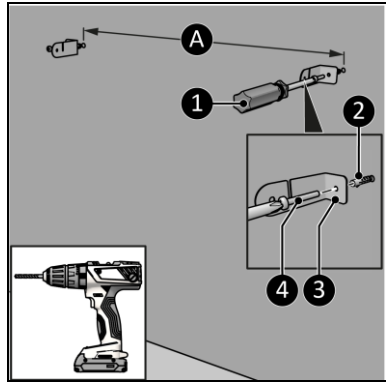

Figura 10
4. Faceți două găuri la cel puțin 610 mm deasupra podelei, pentru suporturi. Distanța dintre găuri este de aproximativ (Figura 10, poz. A)\*:
5. Puneți diblurile (Figura 10, poz. 2).
6. Înșurubați și strângeți un suport stânga și unul dreapta (Figura 10, poz. 3) pe perete cu un șurub mare (Figura 10, poz. 4), folosind o șurubelniță cu cap în cruce (Figura 10, poz. 1).